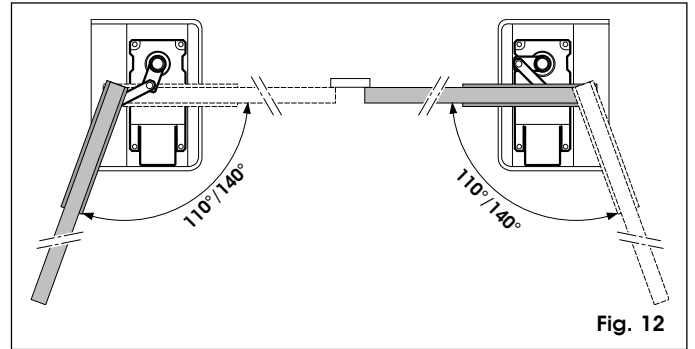

Fig. 12
**Nota bene:** Per definire l'esatta collocazione dell'operatore con le leve per aperture a 110° e 140°, fare riferimento alla fig. 12. In ogni caso il pignone dell'operatore deve trovarsi al lato opposto del senso d'apertura delle ante.